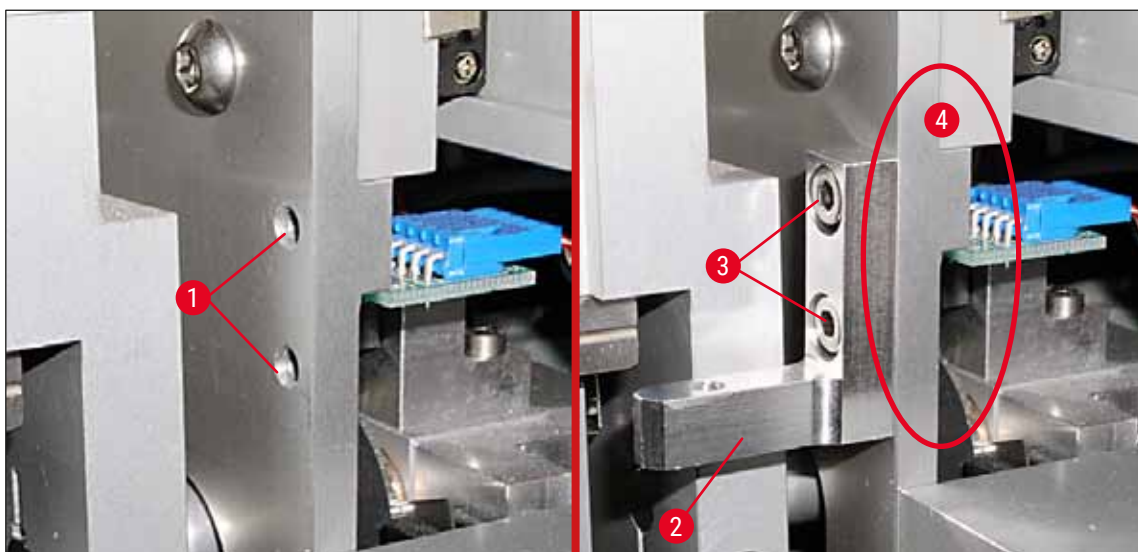

Fig. 21
2. Mai întâi, fixați suportul de montare (→ Fig. 21-2) în orificii (→ Fig. 21-1) în peretele carcasei (→ Fig. 21-4) folosind cele două șuruburi (→ Fig. 21-3). Asigurați-vă că suportul de montare este paralel cu marginea peretelui carcasei (elipsă, (→ Fig. 21)).
2. Dacă marginea lamei de probă atinge capacul suportului periei, puteți efectua o reglare fină după deșurubarea șuruburilor (→ Fig. 21-3) de pe peretele carcasei (→ Fig. 21). Pentru acest lucru, utilizați spațiul disponibil în perforații.